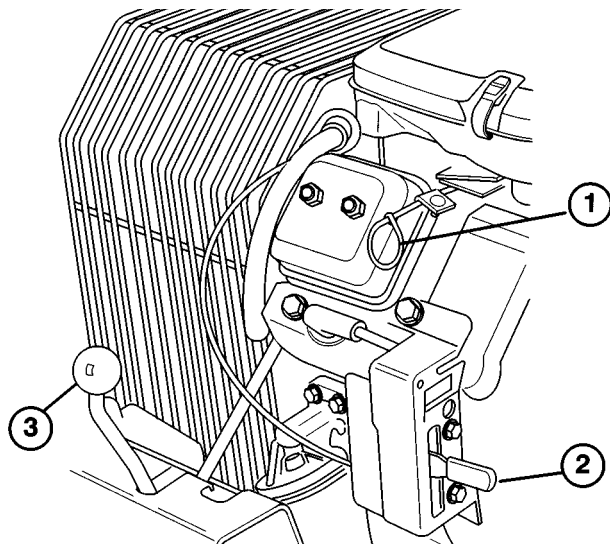

Fig. 5
**Interruttore di accensione** (Fig. 5)—L'interruttore di accensione viene utilizzato per avviare ed arrestare il motore, ed ha tre posizioni: OFF, ON e START. Per avviare il motore girare la chiave in senso orario (posizione START) e rilasciarla quando il motore si avvia; la chiave ritorna automaticamente in posizione ON. Per spegnere il motore, girare la chiave in senso antiorario, in posizione OFF.
**Starter** (Fig. 5)—Per avviare a motore freddo, chiudere la valvola dell'aria estraendo lo starter, in posizione ON. In seguito all'avviamento del motore, regolare lo starter per mantenere un regime regolare. Aprire la valvola dell'aria non appena possibile, spingendo lo starter in posizione OFF. Se il motore è caldo non è necessario usare lo starter, oppure è sufficiente usarlo poco.
**Leva del gas** (Fig. 5)—La leva del gas gestisce le varie velocità del motore. Spostarla verso l'alto per aumentare il regime del motore (FAST); tirarla indietro (SLOW) per ridurlo. La leva del gas controlla la velocità della testa di carotaggio e, insieme alla frizione della trazione, controlla la velocità della macchina.
**Leva del cambio** (Fig. 5)—La trasmissione è provvista di due marce avanti, folle, e retromarcia, con configurazione in linea. Non cambiare la marcia mentre la macchina è in movimento, perché si danneggerebbe la trasmissione.